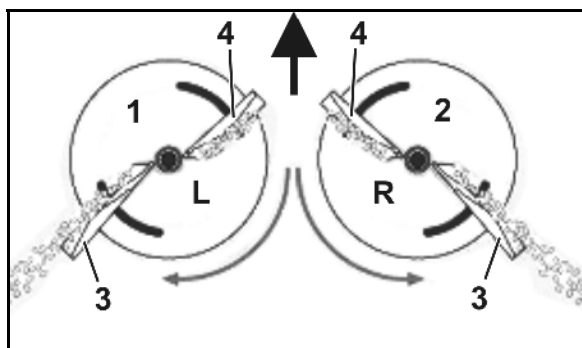

Fig. 32
- disco de dispersión izquierdo (Fig. 32/1) con la marca **L**.
- disco de dispersión derecho (Fig. 32/2) con la marca **R**.
- **Larga** (Fig. 32/3)
- **Corta** (Fig. 32/4)